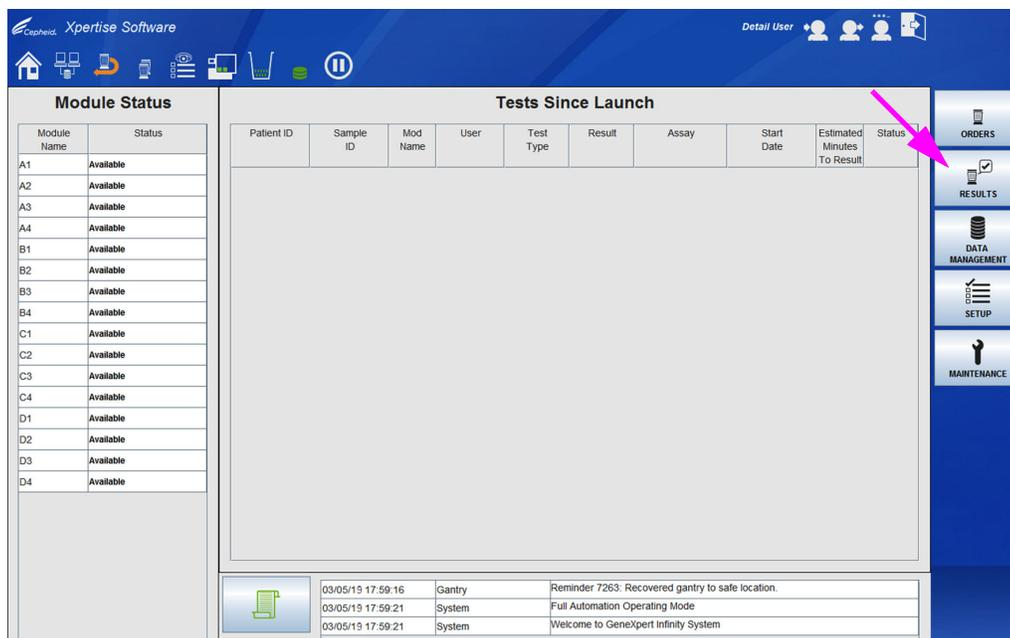
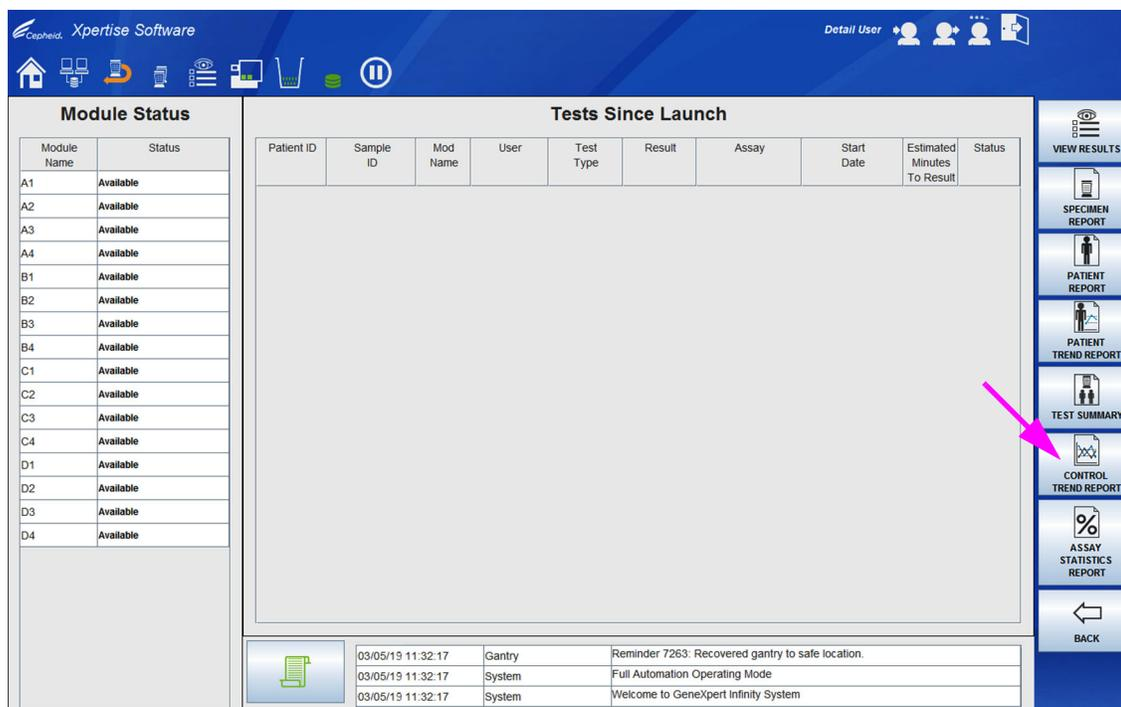
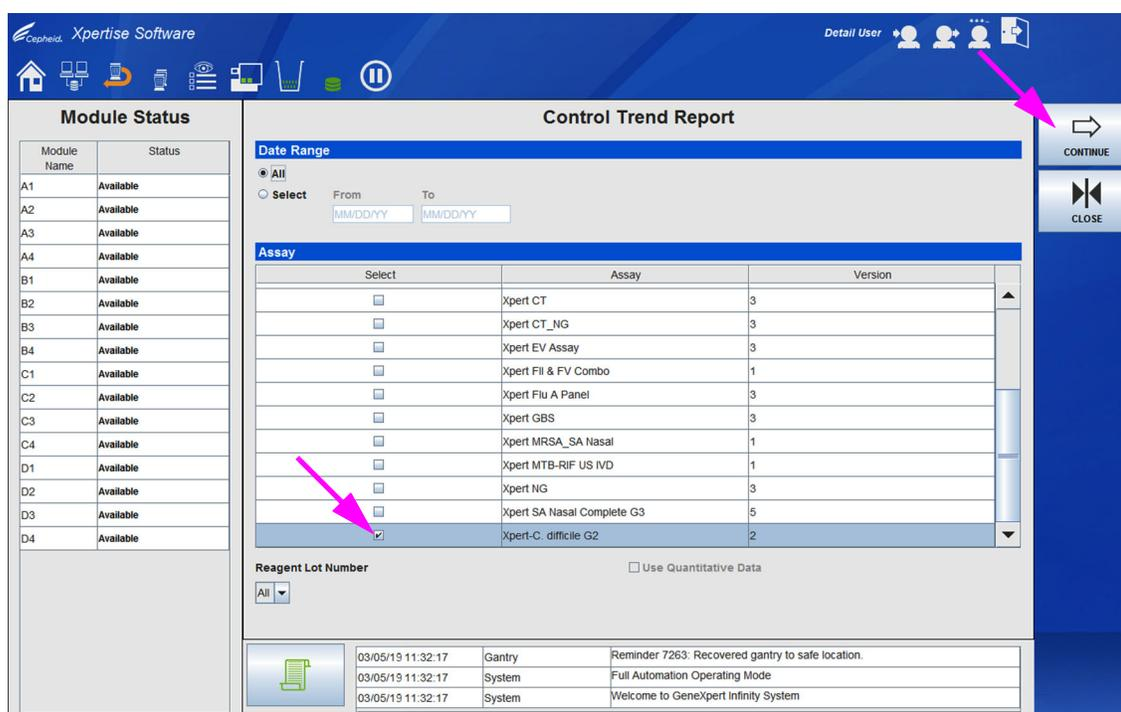
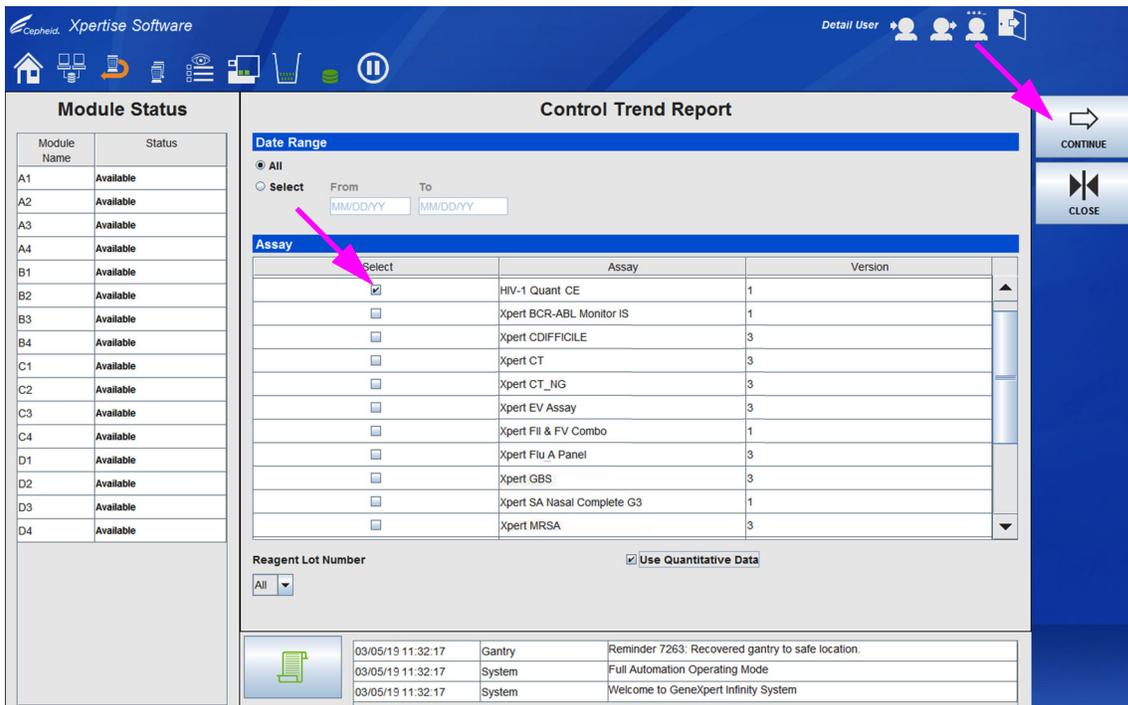

图 6-1. Xpertise 软件主页工作区
图 6-2. 结果菜单
图 6-3. 显示选择了定性检测法的质控趋势报告 (Control Trend Report) 工作区
图 6-5. 显示选择了定量检测法的质控趋势报告 (Control Trend Report) 工作区
1. 在 Xpertise 软件主页工作区中，按**结果 (RESULTS)** 按钮（请参见图 6-1）。显示结果菜单。请参见图 6-2。
2. 按**质控趋势报告 (CONTROL TREND REPORT)** 按钮 (请参见图 6-2)。显示质控趋势报告 (Control Trend Report) 工作区。对于定性检测法选择, 请参见图 6-3; 对于定量检测法选择, 请参见图 6-5。
4. 选择一种检测法以生成质控趋势报告。对于定性检测法选择, 请参见图 6-3; 对于定量检测法选择, 请参见图 6-5。
5. 如果适用, 选择**使用定量数据 (Use Quantitative Data)** 复选框。如果选择的检测法是定性检测法, 则**使用定量数据 (Use Quantitative Data)** 复选框将呈灰色 (请参见图 6-3)。如果选择的检测法是定量检测法, 则**使用定量数据 (Use Quantitative Data)** 复选框可用 (请参见图 6-5)。勾选**使用定量数据 (Use Quantitative Data)** 复选框以使用定量数据生成质控趋势报告。